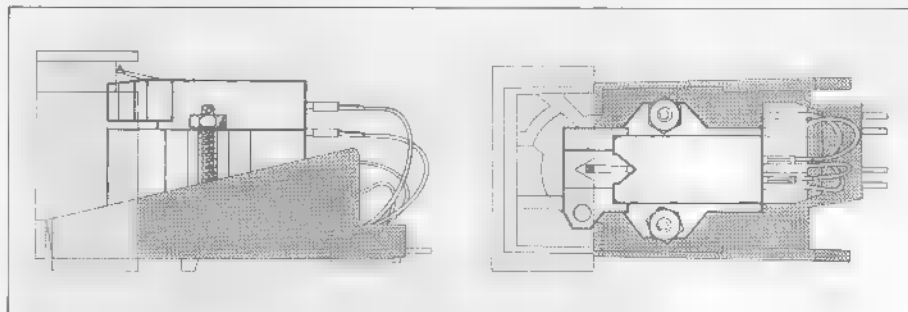

Fig. 12
1. Zur Montage des Tonabnehmersystems lösen Sie den Systemträger vom Tonarm indem Sie den Tonarmgriff (4) nach hinten drücken. Halten Sie dabei den Systemträger fest, da er nach Öffnen der Verriegelung herunterfällt.
2. Befestigen Sie das Tonabnehmersystem unter Verwendung des dem Tonabnehmersystem beigelegten Zubehörs auf dem Systemträger. Zu beachten ist, daß das Tonabnehmersystem am geometrisch richtigen Ort für die Abtastnadelspitze im Systemträger montiert wird (Fig. 12).
1. To mount the cartridge, detach the cartridge holder from the tonearm by pressing the tonearm handle backward (4), while holding the cartridge holder with your hand to prevent its falling down when the lock is released.
2. Using the hardware provided, mount the cartridge on the cartridge holder. Use the gauge to make sure that the cartridge is mounted in the geometrically proper place in the cartridge holder (Fig. 12) as far as the stylus is concerned.